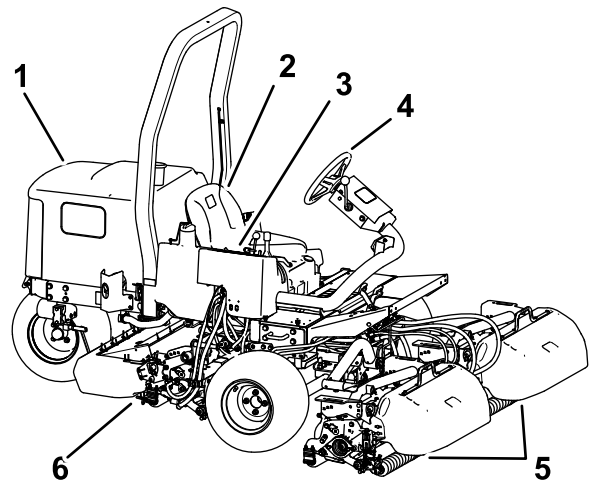

**Figura 40**
2. Individuate la staffa sul telaio, sopra l'apparato di taglio centrale (Figura 40).
3. Premendo verso il basso il rullo anteriore dell'apparato di taglio centrale, individuate quali fori della staffa di inclinazione si allineano ai fori della staffa portante sul telaio in modo da ottenere lo stesso contatto con il rullo anche quando è montata la staffa di inclinazione (Figura 40).
4. Abbassate gli apparati di taglio e montate la staffa di inclinazione sul telaio con i 2 bulloni a testa tonda e i 2 dadi in dotazione con il kit (Figura 40).